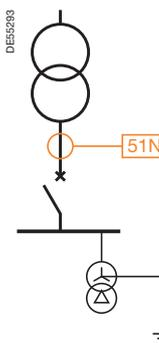

Fig. 98. Protección de fallo a tierra.
- Protección de fallo a tierra (ANSI 51N) situado en la acometida del cuadro de distribución que se está alimentando, si el neutro del sistema eléctrico aguas abajo está conectado a tierra en las barras de bus (fig. 98).